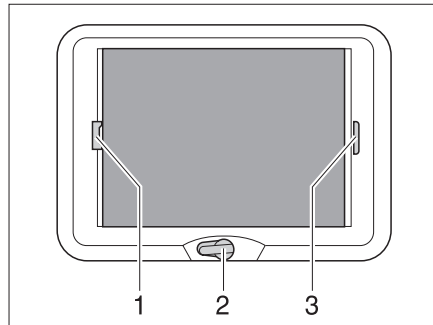

Fig. 73 Claraboya de manivela
- Girar la manivela (Fig. 73,2) hasta que se note resistencia (ángulo de apertura máx. 70°).
- Tirar del asidero (Fig. 73,3) del estor plegable y soltarlo en la posición deseada. El estor plegable se queda fijo en esta posición.
- Tirar del asidero (Fig. 73,1) de la protección contra insectos hacia el asidero opuesto del estor plegable (Fig. 73,3) y hacerlos engatillar.
- Presionar el tirador de la protección contra insectos (Fig. 73,1) por la parte de atrás hacia arriba y desengancharla del estor plegable (Fig. 73,3).